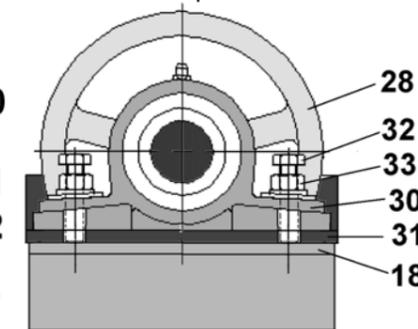

Рис.9
**Примечание:** если регулировку барабанов (28) производится без установленной шлифовальной ленты, необходимо учитывать разницу толщин шлифовальных лент на переднем и заднем барабанах, Рис.9.
10.2.4. Для регулировки положения барабана (28) необходимо ослабить положение болтов (29) и гаек (33). Положение барабанов (28) регулируется болтами (32). Корпус подшипника (30) закреплён (прикручен) на уголке (31). При закручивании болт (32) упирается в полку корпуса шлифовального станка (18), приподнимает шлифовальный барабан (28). Положение барабанов (28) необходимо фиксировать гайками (33) и надёжно закреплять болтами (32).